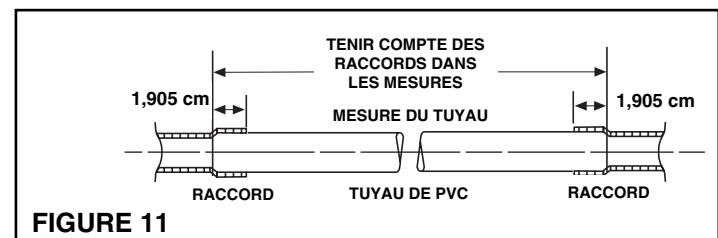

FIGURE 11
7. Voyez la figure 11. Mesurez la longueur du tuyau nécessaire pour raccorder la prise à la ligne principale. Accordez approximativement 1,905 cm de tuyauterie pour insertion dans les raccords.